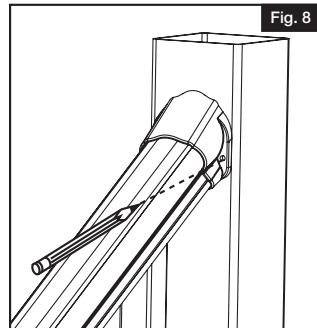
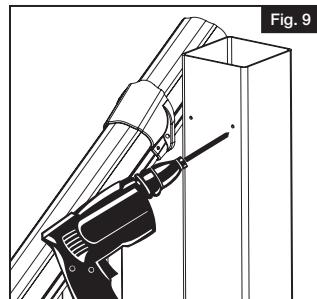
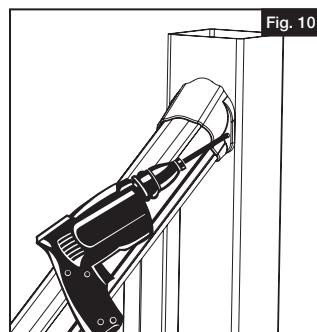

Fig. 8
Fig. 9
Fig. 10
- Instale los tornillos cuadrados #10 de  $2\frac{1}{2}$ " (Fig. 9). Mirando de arriba abajo, compruebe que los tornillos penetren en el poste de madera (o espaciado de plástico del kit de instalación del poste) (Fig. 10).
Marque todos los agujeros del soporte (Fig. 8). Taladre los agujeros del soportes con una broca de  $\frac{1}{8}$ " (Fig. 9).
Instale los tornillos a través de los soportes y hasta el poste (Fig. 10). En el travesaño superior, utilice los tornillos cuadrados autorroscante #10 de 2" (dos por soporte); para el travesaño inferior, utilice tornillos cuadrados autorroscante #10 de  $1\frac{1}{4}$ " (cuatro por soporte)